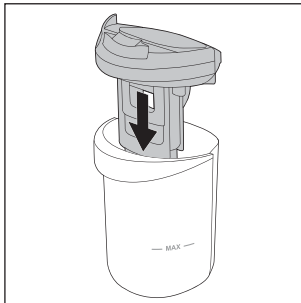

Fig. 29
- ♦ Volte a colocar a tampa do reservatório de água suja **9** no reservatório de água suja **2** (ver fig. 29).